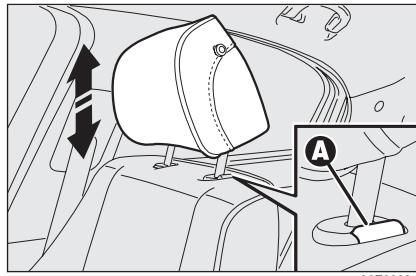

fig. 34
ANTERIOR fig. 34
- pulse las teclas **A**-fig. 34 (ubicadas al lado de las dos fijaciones de los reposacabezas) y quitelos hacia arriba.